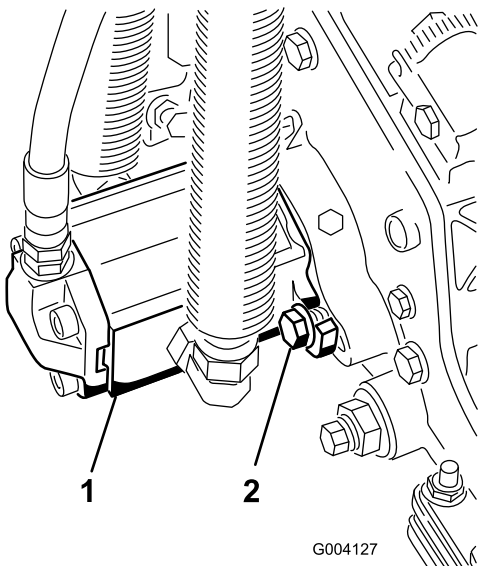

Рисунок 14
16. Установите двигатель, повернув его по часовой стрелке, чтобы фланцы двигателя не закрывали болты (Рисунок 14). Поверните двигатель против часовой стрелки, пока фланцы не окружают болты, затем затяните болты.